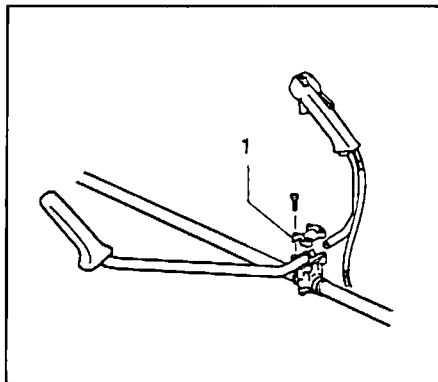

Fig. 1-3
- (En) Remove the handle bracket (1) from the assembly. (Fig. 1-3)
- (Fr) Déposer le support de poignée (1) de l'ensemble. (Fig. 1-3)
- (Sp) Quitar el soporte del manillar (1). (Fig. 1-3)